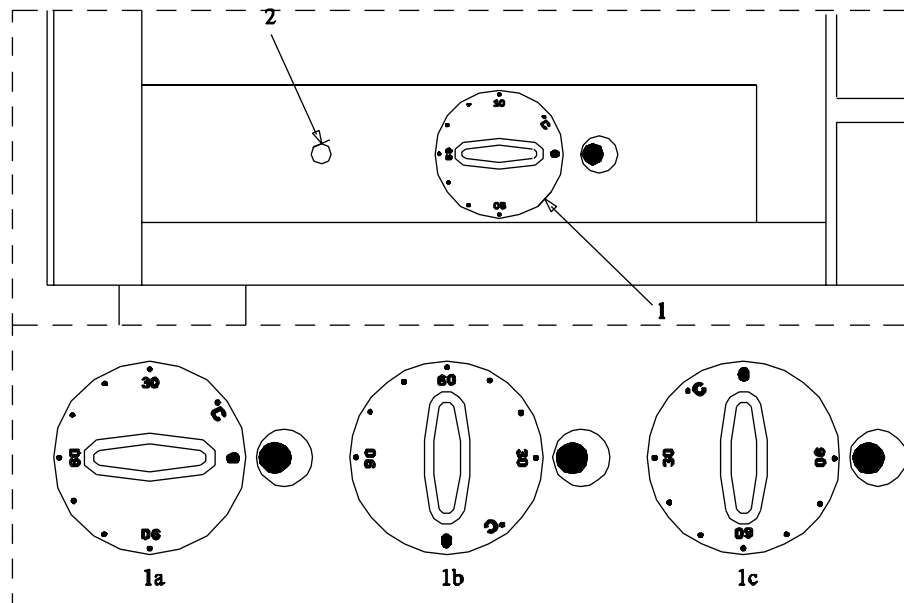

Abb. 6
Die gewünschte Temperatur mit dem Knauf des Vorwärmeschranks(pos. 1 auf *** 'Abb. 6' on page 16 ***) wählen. Der Widerstand tritt in Betrieb und die Betriebsleuchte (pos. 2 auf *** 'Abb. 6' on page 16 ***) leuchtet auf. Diese Leuchte geht beim Erreichen der eingestellten Temperatur aus. Die Temperatur des Vorwärmeschranks kann zwischen 30 C° und 90°C mit Zwischenwerten eingestellt werden.